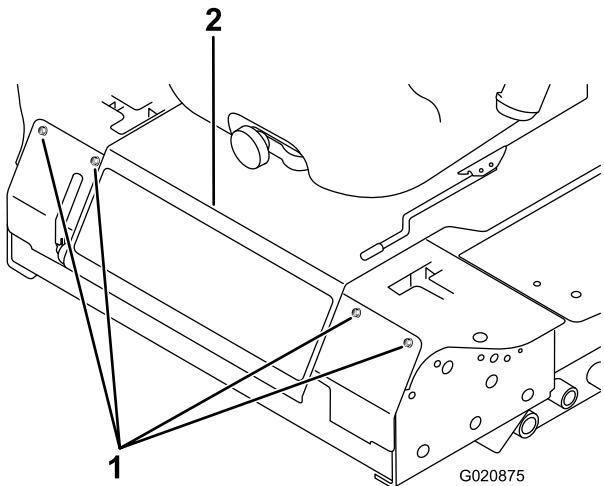

Figure 85
2. Retirez les boulons de fixation du panneau avant et déposez le panneau (Figure 85).